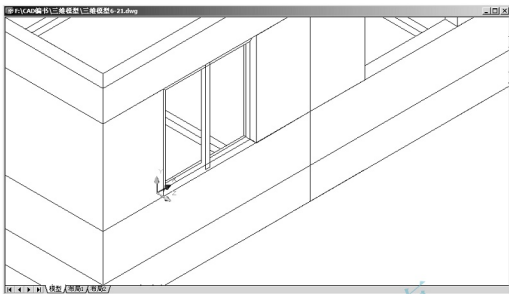

图 6.21 绘制出中间窗框（消隐后图形）
- (1) 执行【多段线】命令。
- (2) 在**指定起点**: 提示下, 捕捉已绘制的上边框的中点作为多段线的起点。
- (3) 在**指定下一个点或 [圆弧 (A)/ 半宽 (H)/ 长度 (L)/ 放弃 (U)/ 宽度 (W)]**: 提示下, 输入“W”后按 Enter 键。
- (4) 在**指定起点宽度 <0.0000>**: 提示下, 输入“80”后按 Enter 键。
- (5) 在**指定端点宽度 <80.0000>**: 提示下, 按 Enter 键执行尖括号内的默认值“80.0000”。
- (6) 在**指定下一点或 [圆弧 (A)/ 闭合 (C)/ 半宽 (H)/ 长度 (L)/ 放弃 (U)/ 宽度 (W)]**: 提示下, 捕捉已绘制的下边框的中点作为多段线的终点, 然后按 Enter 键结束命令, 结果如图 6.21 所示。